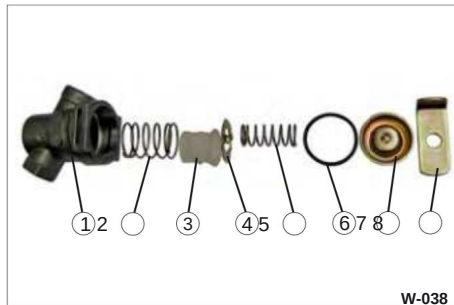

Fig. 38 Linjefilter adskilt
Brug en skruetrækker til at skubbe dækslet (fig. 38/8) ned, og træk beslaget (fig. 38/9) ud.
(Fig. 38/3 & Fig. 38/6), pakningen (Fig. 38/7), mellemladen (Fig. 38/5) og filteret (Fig. 38/4).
ÿ Rengør filterhuset (fig. 38/2) med en ren, tør klud.
ÿ Rengør filteret (fig. 38/4).
ÿ Kontroller tætningen (fig. 38/7) for skade, tilstedeværelse.
(Fig. 38/6) på tappene på mellemladen.
• Sæt låget (fig. 38/8) ovenpå.